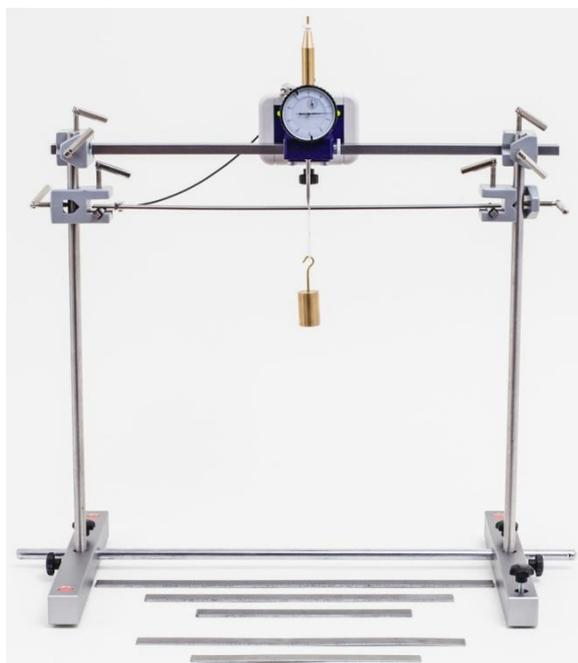

Fig. 1: Struttura sperimentale per campione con supporto su ambo i lati.
- Innanzitutto, montare solo lo stativo formato dalle due basi quadrangolari, dall'asta base, dalle due aste verticali e dai quattro manicotti universali come da Fig. 1. Fissare alla medesima altezza sulle aste verticali i due manicotti universali per il sostegno della barra orizzontale con unità comparatore a quadrante. Circa 15 mm più in basso sulle aste verticali, fissare due manicotti universali per il sostegno del campione di materiale. Rispettare l'allineamento dei manicotti universali in Fig. 1!
quadrante, l'altro al campione di materiale, come mostrato in Fig. 1.